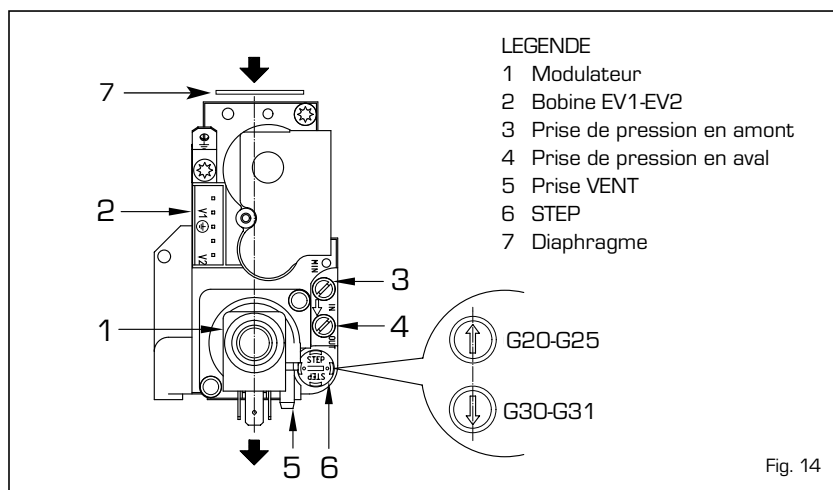

Fig. 14
- Monter le manomètre suivant les indications reportées sur la fig. 14/a.